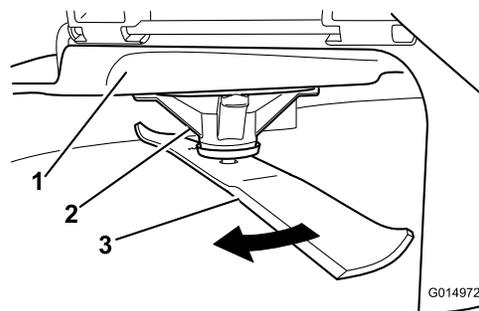

図 89
2. 厚手の丈夫な手袋をはめるなどして確実に保護した手で、ブレードをゆっくり回転させ、適当な位置で、刃先から床面までの距離を測定する 図 89。